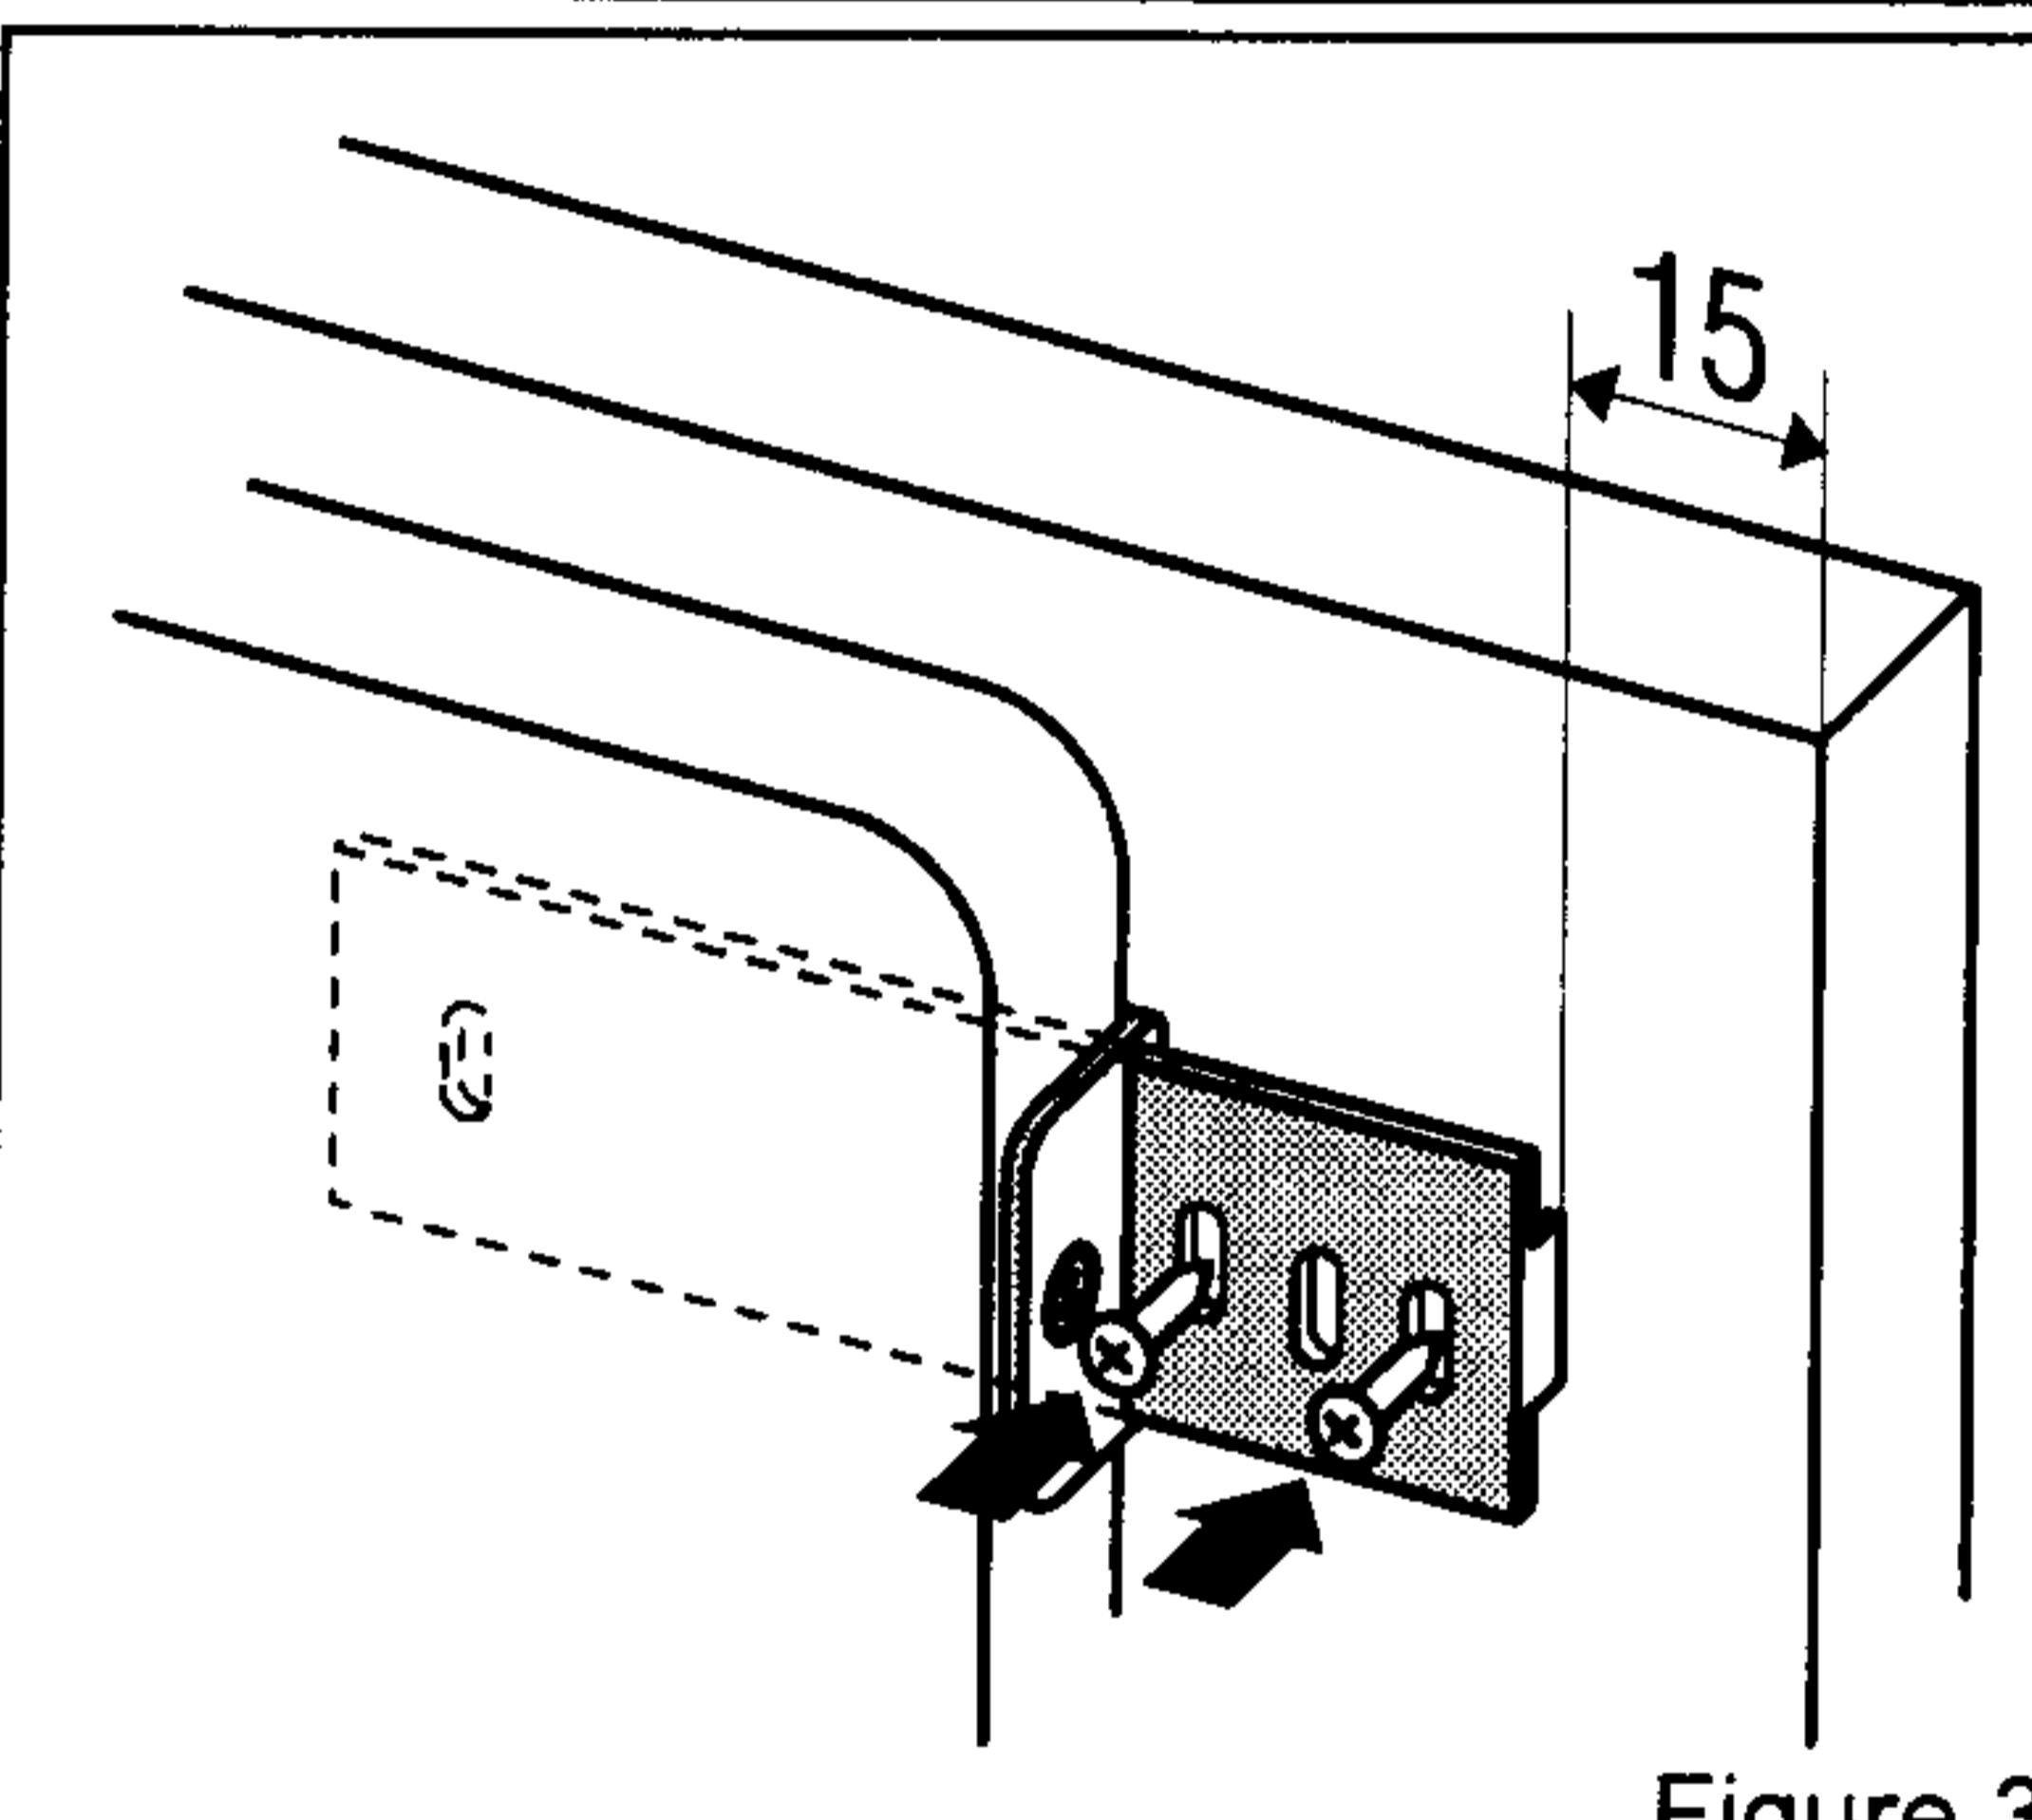

Figure 3
- Insérez les glissières dans les guidons des glissières et fixez-les avec les vis A 3,5 x 13 à distance de 15 mm du bord de la porte du meuble (Figure 3).